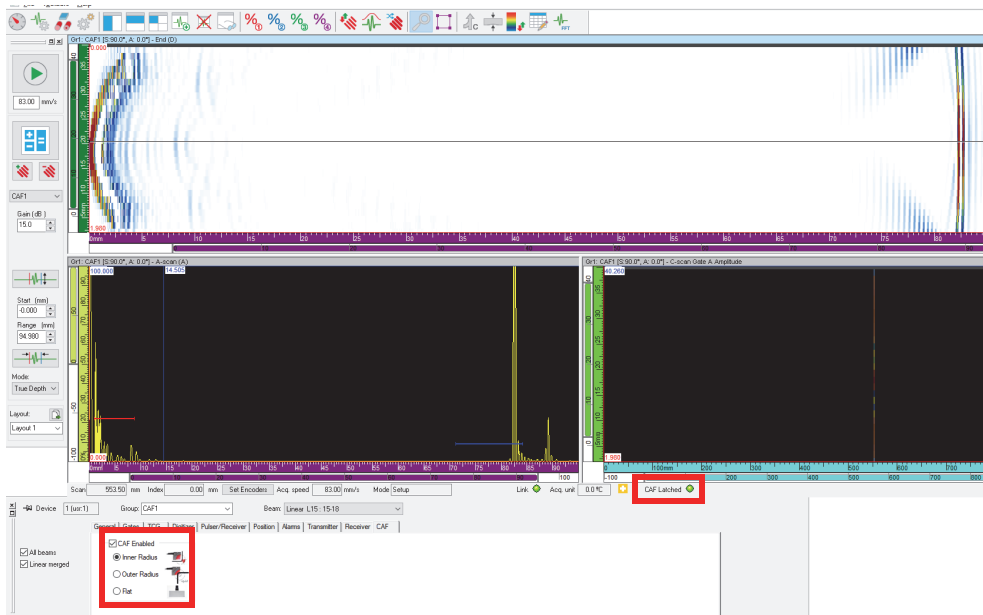

図 4-60 CAF タイプの選択および有効化
8. [CAF] タブ ([UT Settings]) の [CAF Enabled] チェックボックスをオンにして、表面タイプを選択します (160 ページの図 4-60)。